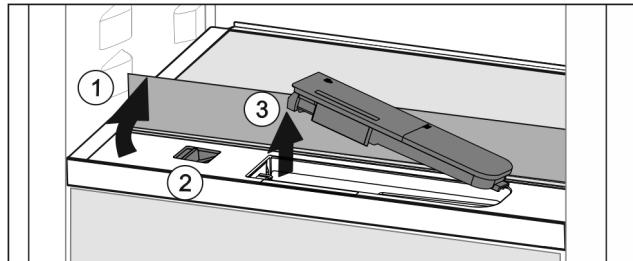

Fig. 87
- ▶ Stekleno ploščo dvignite in jo sklopite nazaj do omejevalnika Fig. 87 (1).
- ▶ Drsnik Fig. 87 (2) potisnite v levo.
- Odstranite rezervoar za vodo Fig. 87 (3).